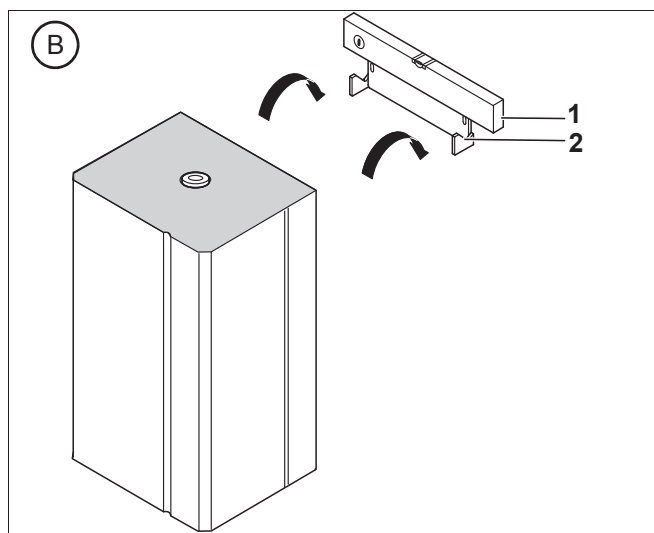

Рис. 7 Подвеска бака на стену (подключения снизу)
- ▶ При подвеске на стену разметьте отверстия под дюбели (рис. 7).
- ▶ Подвесьте бак соответственно подключению снизу двумя выемками на крюки кронштейна (рис. 7).